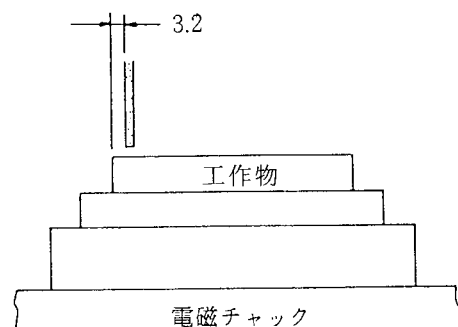

図 3 - 19
- ⑭ 第 2 切断の位置決めをする。
- b. 位置決め送り量は、工作物の切断厚さ + 砥石幅 ( $2 + 1.2 = 3.2$  mm) とする。(図 3 - 19)